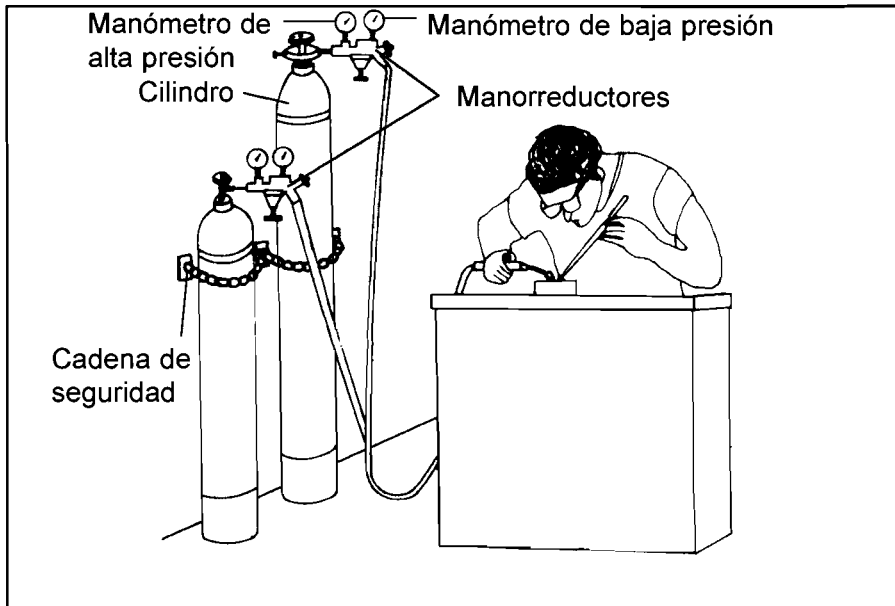

FIGURA 7.2: SUJECIÓN DE BOTELLAS
- Las botellas deben sujetarse con cadenas de seguridad (ver figura 7.2).
- Los reguladores o manorreductores deben utilizarse para todas las botellas de gas comprimido. Todo regulador debe estar equipado con un manómetro de alta presión (que mide la presión de la botella, lo que indica su contenido) y uno de baja presión (que mide la presión de trabajo). (Ver figura 7.2)